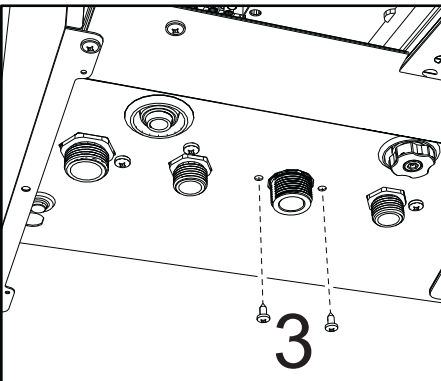

fig. 44
- Undo the screws "3" (fig. 44)